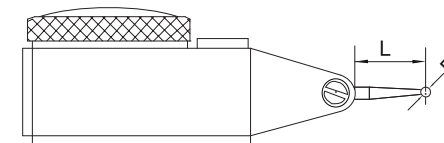

fig.6
3. Cada tipo de indicador de teste de mostrador tem um comprimento específico de pontas (L, fig. 6). Se o comprimento não estiver correto, haverá erro de medição. Consulte a tabela a seguir para escolher as pontas corretas.